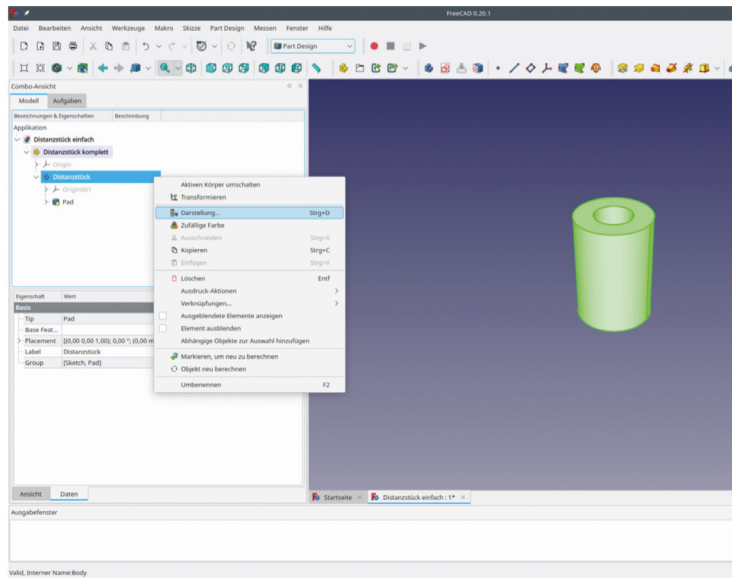

Bild 4-7
**6.** In der 3D-Ansicht erscheint das neue Distanzstück noch in der Standardfarbe (Bild 4-7).